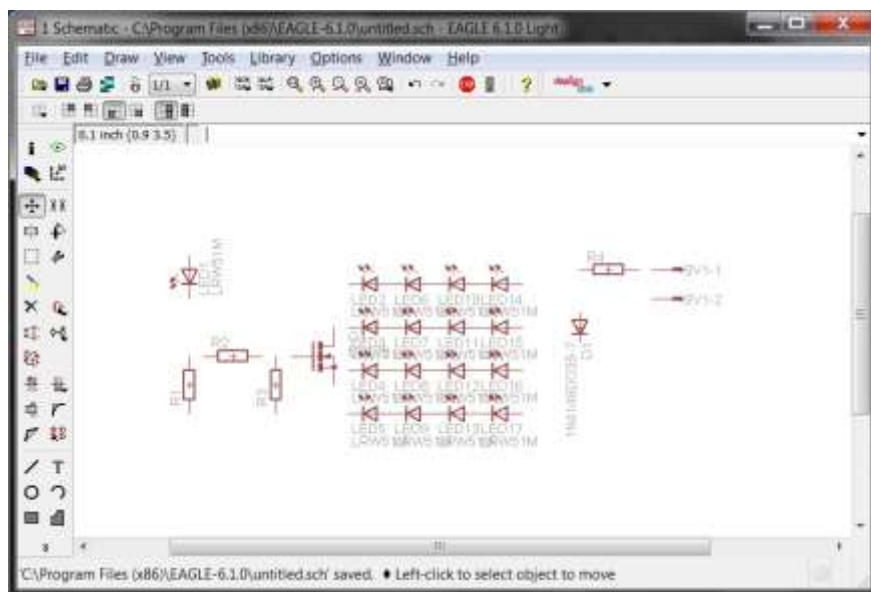

Рис. 13. Установленные компоненты
2) Нажимаем кнопку ADD и устанавливаем все названные компоненты из вышеперечисленных библиотек (рис. 13).